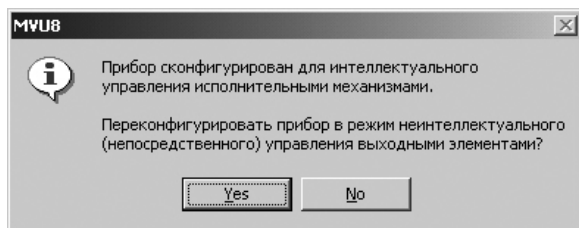

Рис. 5
**Примечание.** При работе в режиме непосредственного управления ПС прибора **не должны быть подключены** к ВЭ, управляемым по сети RS-485. Программа «Конфигуратор МВУ8» выдает запрос на отключение всех ПС и высвобождение всех ВЭ для непосредственного управления (см. рис. 5), который необходимо подтвердить нажатием кнопки «**YES**». Если требуется сконфигурировать МВУ8 в режиме, когда часть ВЭ управляется непосредственно, а другая часть – интеллектуально, то необходимо отказаться от переконфигурирования и нажать кнопку «**NO**».